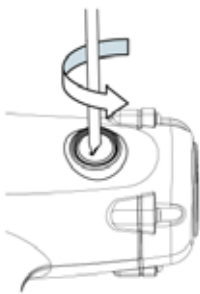

Fig. 3
- Løsn kulstofbørstens panel ved at dreje mod uret ved hjælp af en bit med lige kær (Fig. 3).